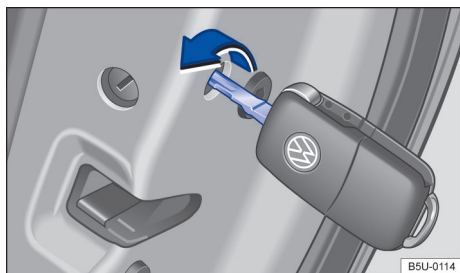

Fig. 50 Travamento de emergência do veículo com a chave do veículo.
- Inserir a haste da chave na fenda → Fig. 50 e girar no sentido horário (para dentro do veículo) até o batente.